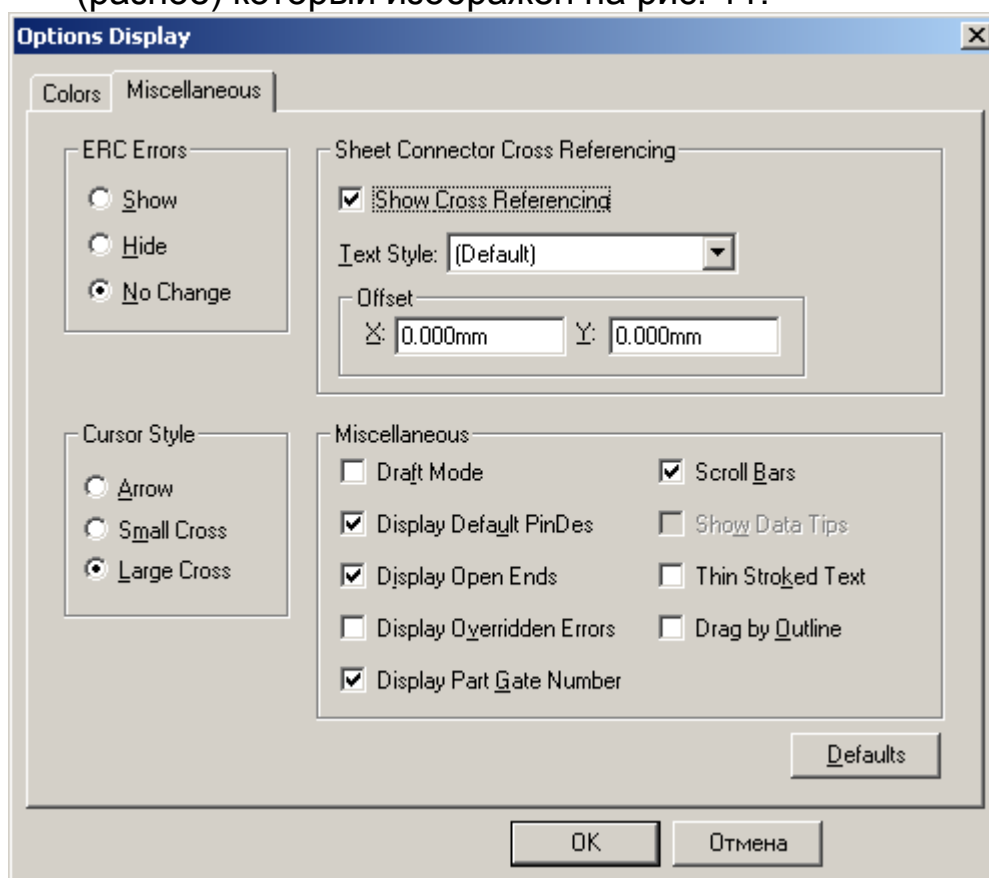

Рис. 11 Команда **Options Display**, вкладка **Miscellaneous**
- 7.6 Ознакомьтесь с внешним видом вкладки **Miscellaneous** (разное) который изображен на рис. 11.